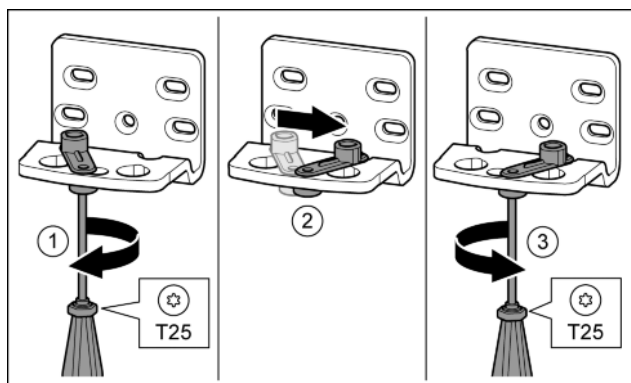

Fig. 16
- Šroubovákem T25 volně přišroubujte šroub. Fig. 16 (1)
- Zvedněte pomůcku zavírání dveří a v otvoru ji otočte o 90° doprava. Fig. 16 (2)
- Šroubovákem T25 šroub pevně utáhněte. Fig. 16 (3)